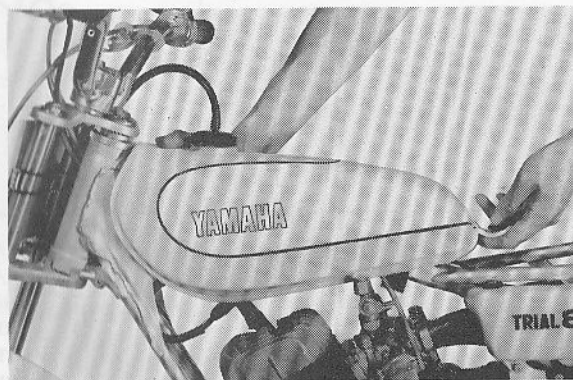

Fig. 3-1-2
2. Lift up rear of tank and slide back. (Fig. 3-1-2)
2. Lever l'arrière du réservoir et le reculer. (Fig. 3-1-2)